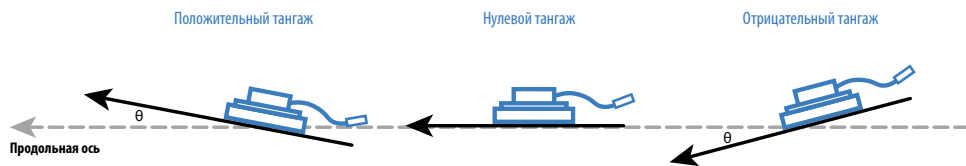

Рис.23. Измерение угла наклона относительно продольной оси датчика.
**Тангаж.** В данном режиме датчик осуществляет измерение угла наклона относительно продольной оси и в случае превышения заданного порога переключает выход в активное состояние. Как только продольный угол становится меньше порога, выход переключается в неактивное состояние. Измерение угла осуществляется в обоих направлениях, тангаж может быть как положительным, так и отрицательным (Рис.23).
Датчик угла «ТКАМ», независимо от настроек выходов, может быть настроен передавать следующие группы данных бортовому контроллеру «АвтоГРАФ» по протоколу AGHIP (Рис.23, п.2, настройка «Записывать в Автограф»):